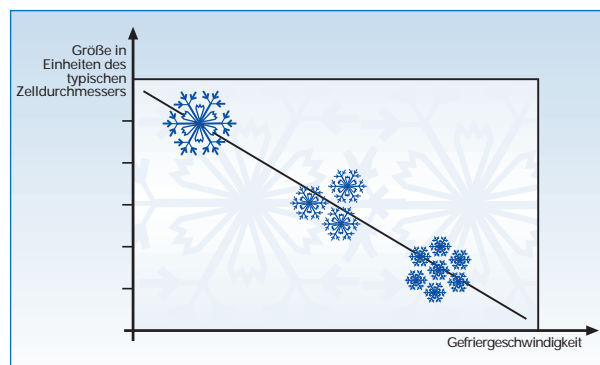

Abb. 5: Nur beim kryogenen Tiefgefrieren bleiben die Eiskristalle so klein, dass sie die Zellwände nicht schädigen
Danach ist die pro Zeiteinheit an die vorgegebene Produktoberfläche A (m²) übertragene Wärmemenge Q abhängig von dem Temperaturgradienten ΔT (K) und dem Wärmeübergangskoeffizienten α (W/m²K). Nur bei sehr hohen Gefriergeschwindigkeiten (über 5 cm/h) kristallisiert das Zellwasser so schnell, dass nur äußerst kleine Eiskristalle entstehen, die das Zellmaterial nicht schädigen (Abb. 5). Tropfverluste, die bei Einsatz konventioneller Anlagen bis zu 5 % betragen können, liegen beim kryogenen Gefrieren unter 1 %, so dass das Produkt nach dem Auftauen wieder saftig und appetitlich ist.